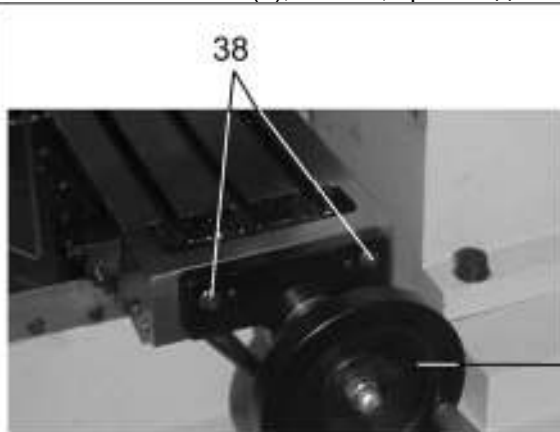

Рис.3
Для снятия маховика (26), Рис.2а, со станка, необходимо выкрутить два винта (38), Рис.3
Для установки маховика (26) необходимо затянуть два винта (38), Рис.3.